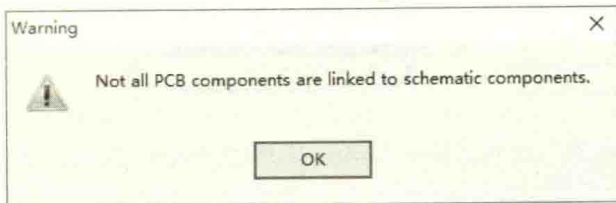

图 11-6 警告信息
(5) 执行菜单命令“Tools-Pin / Part Swapping-Configure”，定义和使能可调换管脚元件，如果弹出警告，须重新返回第（4）步进行操作，或者执行从原理图导入 PCB 的操作，使原理图和 PCB 完全对应上之后再按照此步骤进行操作，否则会弹出如图 11-6 所示的警告信息。